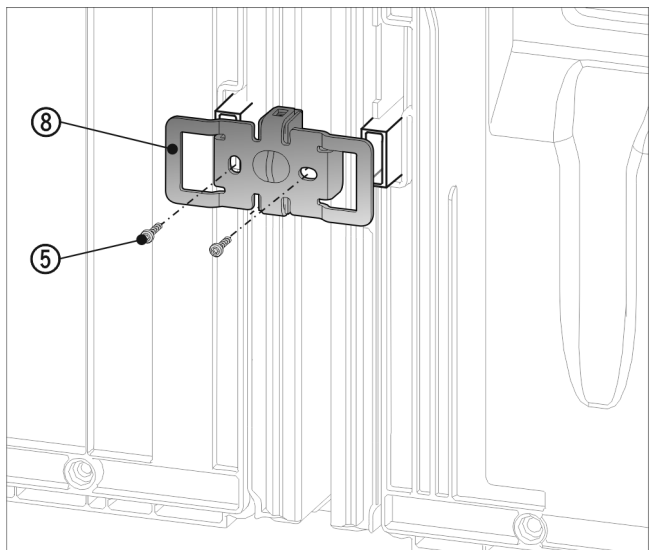

Fig. 23
- ▶ Повторно надвиньте угол Fig. 23 (8) выемками над креплением для пристенных распорок.
- ▶ Прикрутите 2 винтами Fig. 23 (5).